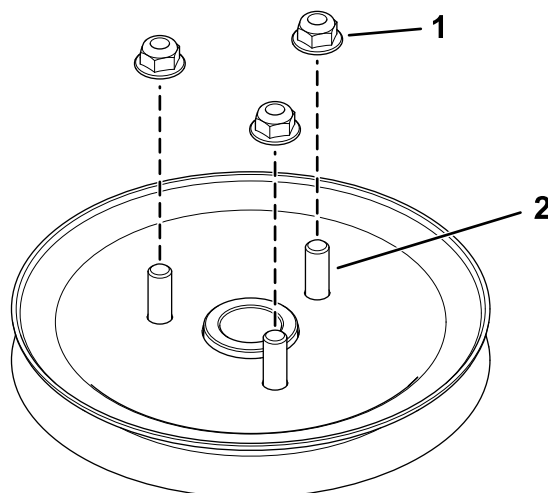

Bild 3
3. Montieren Sie die 3 Muttern lose auf die Bolzen (Bild 3).